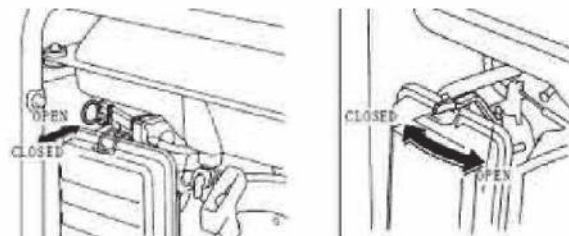

Рис. 4
3. Переведите рычаг заслонки в положение (|↑) «Запуск» (только при холодном двигателе) (Рис. 4).